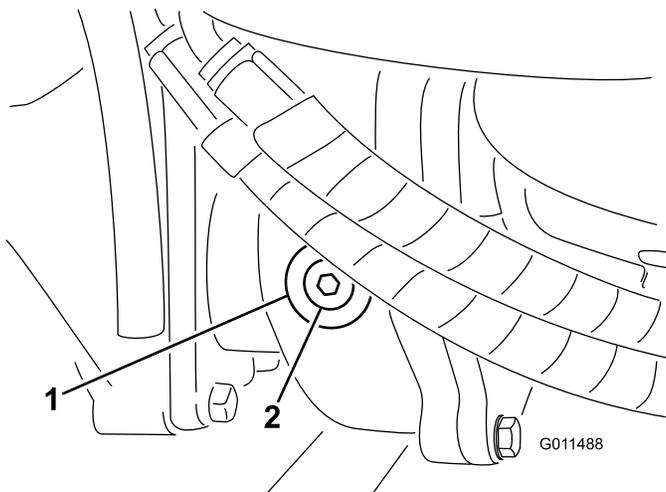

Figura 15
- Togliete il tappo di controllo/riempimento dal lato sinistro del riduttore (Figura 15) e verificate che il lubrificante raggiunga la base del foro. Se il livello è basso, rabboccate con lubrificante fino a portarlo alla base del foro.